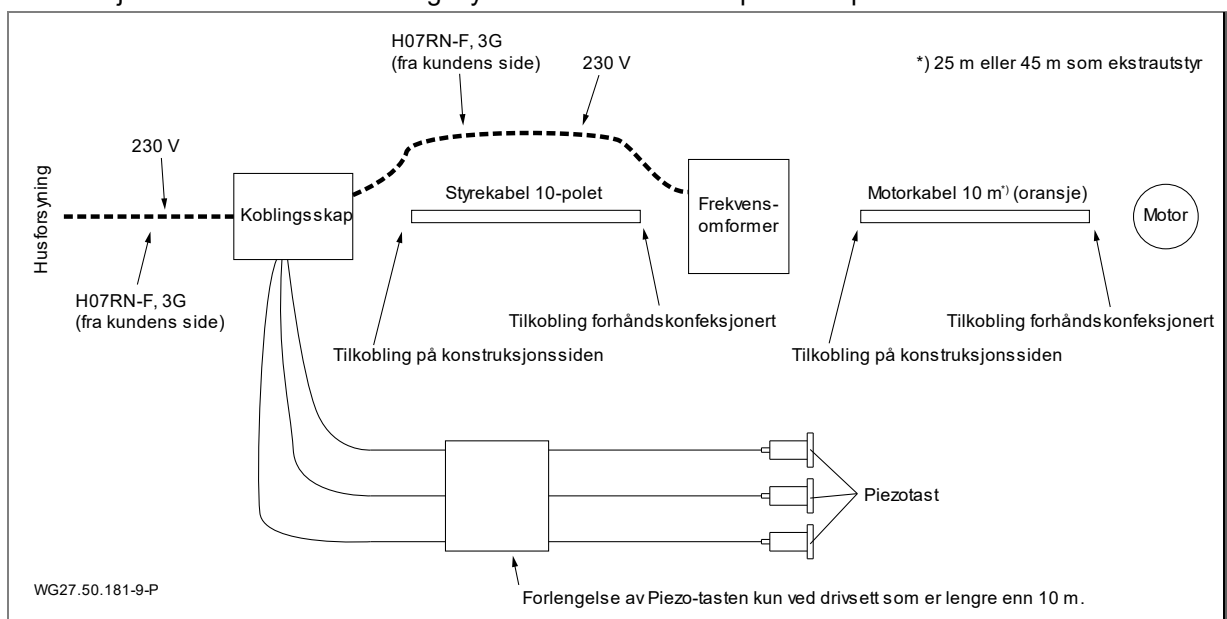

Fig. 19
14. Ledningene for PTC (brun hhv. svart (BR1) / hvit (BR2)) skal kables etter koblingsplanen. Se "Fig. 19" side 24.